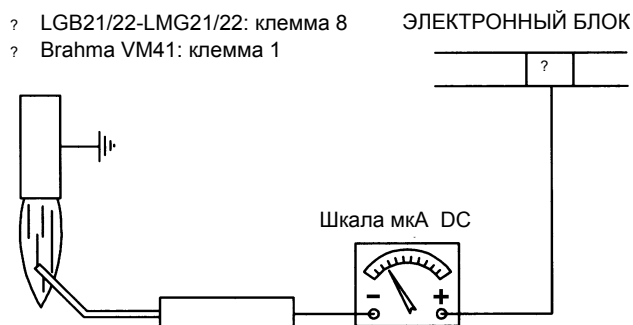

Рис. 30
- ? В случае, если у вас есть сомнения, проверьте систему контроля после запуска горелки, следуя схеме на Рис. 30.
Чтобы измерить сигнал детектирования, следуйте схеме на Рис. 30.